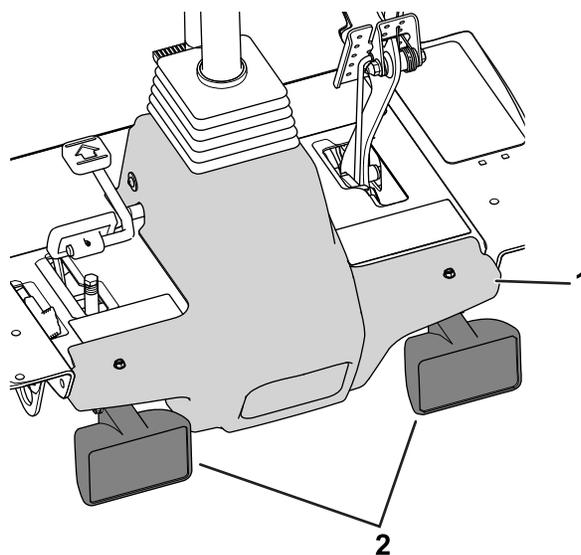

Figure 1
1. Débranchez les connecteurs des phares montés sur le carénage et retirez les fixations qui retiennent le carénage de la plate-forme sur le cadre de la machine (Figure 1).